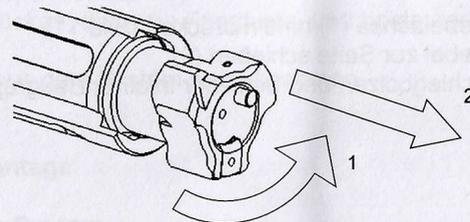

Bild 13
- Den Kopf in die angezeigte (1) Position drehen (Bild 13)
- Den Kopf in axiale Richtung entnehmen (2).
- Den Schieber in vorderer Position herausnehmen (1) (Bild 13)
- Das Steuerstück in axialer Richtung entnehmen (2).